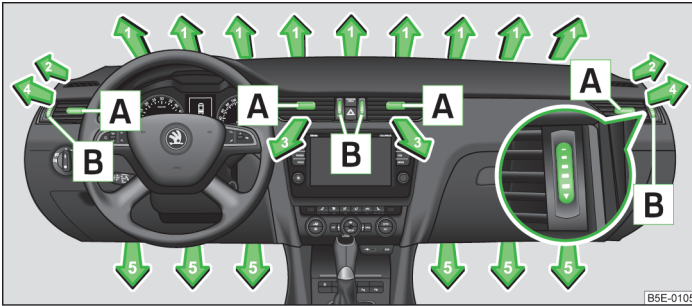
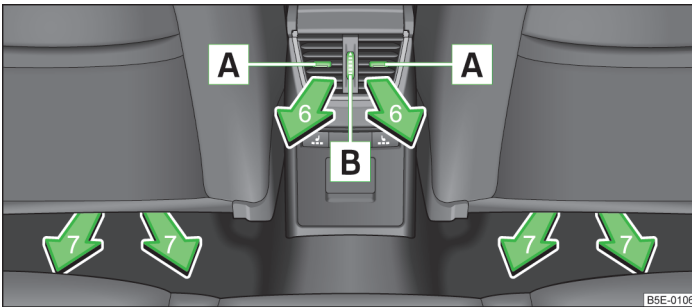

Abb. 107 Luftaustrittsdüsen vorn
Abb. 108 Luftaustrittsdüsen hinten
Bei den Luftaustrittsdüsen **3, 4** » Abb. 107 und **6** » Abb. 108 kann die Luftstromrichtung geändert und die Düsen können auch einzeln geschlossen und geöffnet werden.
- » Die waagerechten Lamellen mithilfe des verschiebbaren Verstellelements **A** » Abb. 107 bzw. » Abb. 108 nach oben oder unten schwenken, um die Höhe der Luftströmung zu ändern.
- » Die senkrechten Lamellen mithilfe des verschiebbaren Verstellelements **A** » Abb. 107 bzw. » Abb. 108 nach links oder rechts drehen, um die seitliche Richtung der Luftströmung zu ändern.
- » Das Rad **B** » Abb. 107 bzw. » Abb. 108 nach oben oder unten drehen.
Wir empfehlen Ihnen, die Luftaustrittsdüsen 3 » Abb. 107 auf Seite 105 in allen Betriebsarten geöffnet zu belassen.